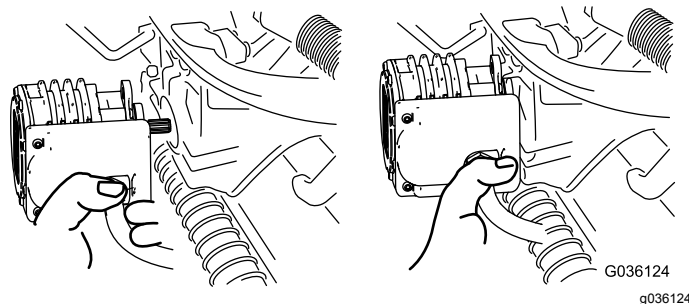

Bild 57
4. Legen Sie den Motor am Aufbewahrungsort vorne am Aufhängearm ab (Bild 57).